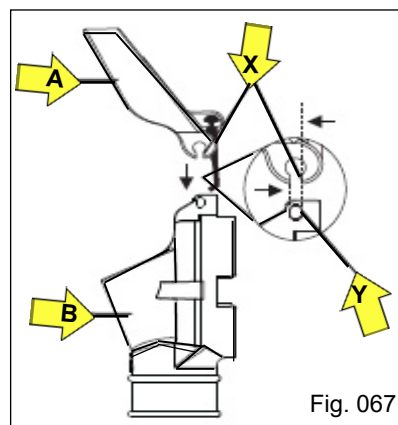

Fig. 067
a) Incline a tampa do bocal “A” de forma que a mesma fique alinhada com a face plana do canal oblongo “X”, direcionando ao encaixe “Y” do pino do bocal (Fig. 067);